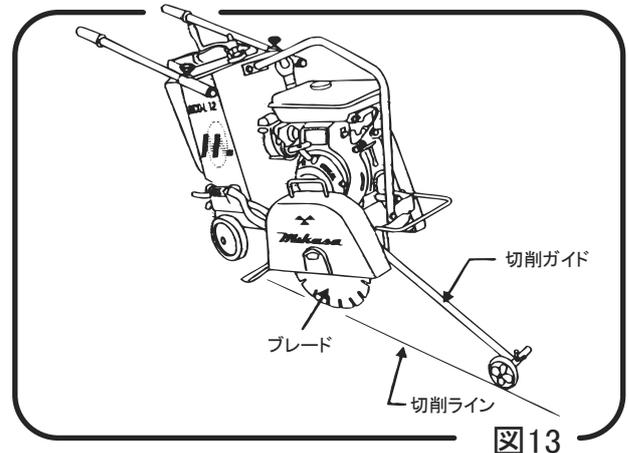

図13
- 1 切削ゲージを切断面に合わせます。線合わせの際、機体を起こして行うと簡単にできます。(図13)